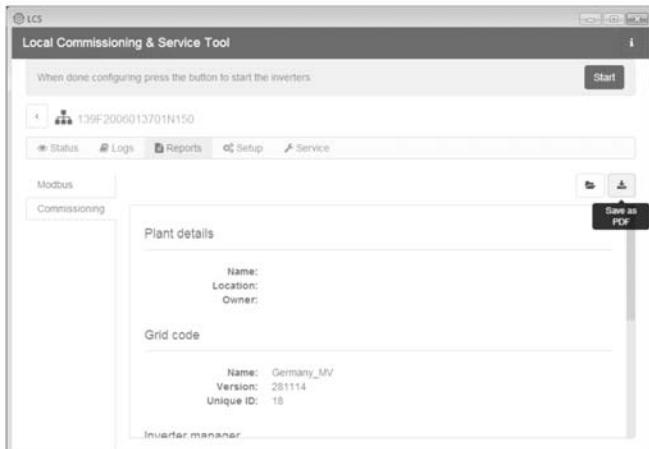

Abbildung 5.9 LCS-Tool - Inbetriebnahmevertrag
13. Bei Inbetriebnahme ist es möglich, einen Inbetriebnahmevertrag im Menü **Reports** herunterzuladen. Der Bericht enthält alle Informationen über die Wechselrichtereinstellungen, einschließlich der eingestellten Trennwerte für die einzelnen Wechselrichters. Siehe Abbildung 5.9.